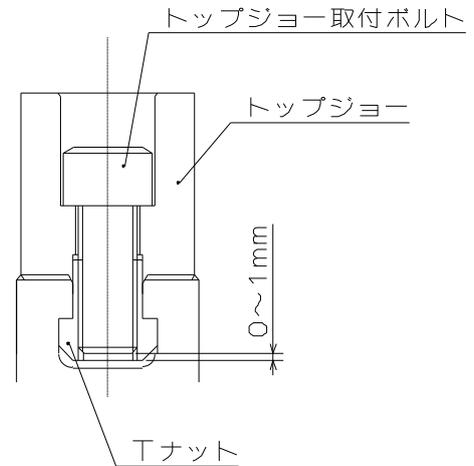

図 10
- トップジョー取付ボルトの T ナットに対するねじ込み深さが浅いと、T ナットが破損し、ジョーや工作物が飛散して危険。取付ボルトが長すぎて T ナット底面から突き出ている場合も、トップジョーが固定されないため、ジョーや工作物が飛散して危険。従って、ジョー取付ボルトの全長は T ナットの底面より 0~1mm 程度とすること。(図 10 参照)